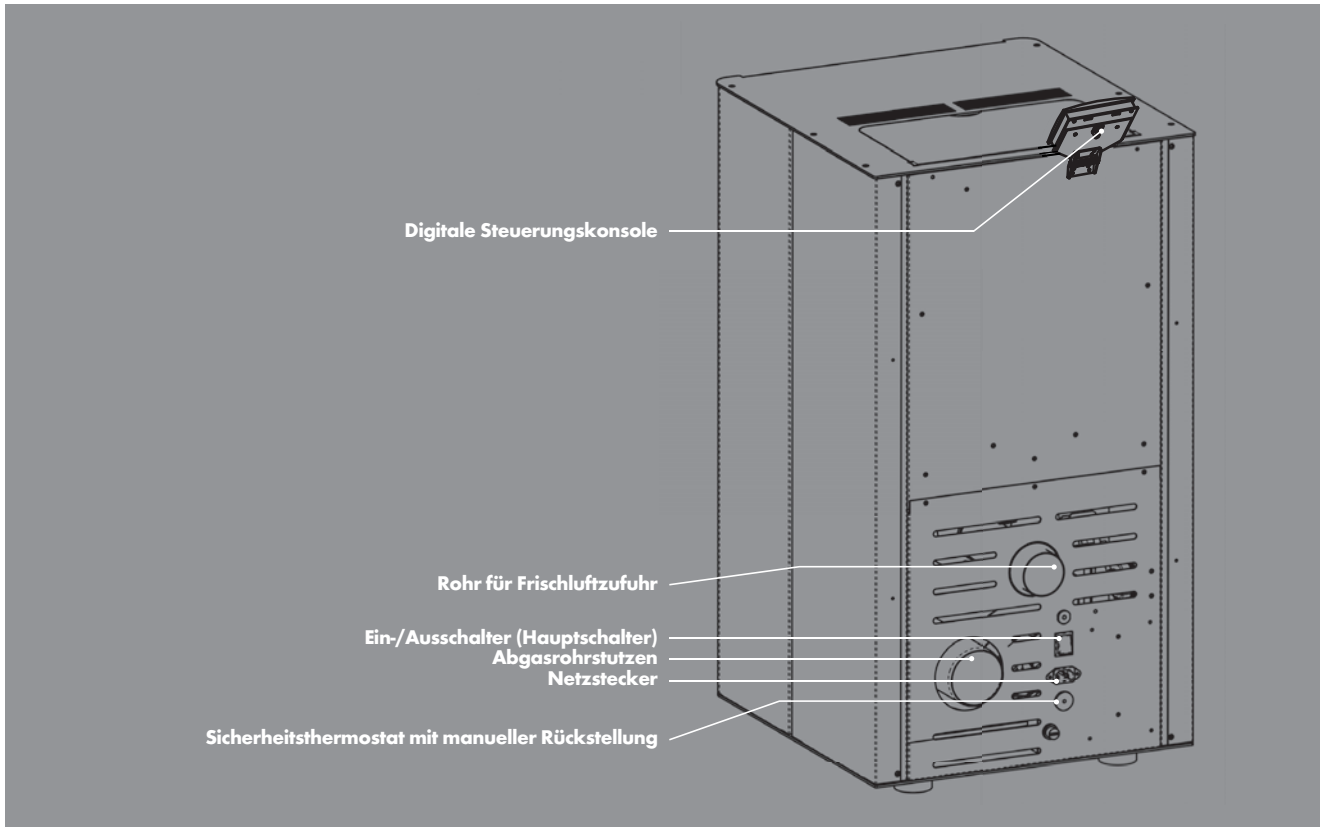

Abb. 1a: Geräteübersicht (Abbildung modellabhängig)
- ▶ Schalten Sie im Falle eines Schornsteinbrandes den Ofen sofort am Ein-/Aus-schalter (Hauptschalter, siehe Abb. 1a) ab und ziehen Sie den Netzstecker aus der Steckdose. Versuchen Sie auf keinen Fall den Brand selbst zu löschen. Schütten Sie niemals Wasser in einen brennenden Schornstein. Rufen Sie unverzüglich die Feuerwehr! Lassen Sie zur Identifizierung der Brandursache den Schornstein unbedingt von Ihrem Bezirksschornsteinfeger überprüfen, bevor Sie den Pellet-Heizofen wieder in Betrieb nehmen.
- ▶ Schalten Sie den Ofen sofort am Ein-/Aus-schalter (Hauptschalter, siehe Abb. 1a) ab, wenn aus irgendeinem Teil des Ofens oder des Abgasrohrs Rauch entweicht. Sorgen Sie für eine gute Raumbelüftung, indem Sie sämtliche Fenster öffnen. Lassen Sie den Ofen vollständig abkühlen, bevor Sie die Ursache der Rauchentwicklung ermitteln. Ziehen Sie, wenn nötig einen Fachmann hinzu. Starten Sie das Gerät nicht, bevor die Ursache der Rauchentwicklung geklärt und behoben wurde.
1. Schließen Sie einen dafür geeigneten hitzebeständigen Schlauch bzw. Luftkanal ( $\varnothing$  60 mm, max. Länge 2,0 m) am Luftansaugrohrstutzen (siehe Abb. 1a) an der Geräterückseite an.
Schalten Sie das Gerät am Ein-/Ausschalter (siehe Abb. 1a) ab. Lösen Sie das Frontteil. Drücken Sie hierfür fest auf die mit
1. Vergewissern Sie sich, dass der Ein-/Ausschalter (Hauptschalter, siehe Abb. 1a) auf der Position 0 steht.
2. Schließen Sie das beiliegende Netzkabel zunächst am Gerät an. Die Anschlussbuchse für das Netzkabel befindet sich unterhalb des Hauptschalters auf der Geräterückseite (siehe Abb. 1a). Stecken Sie dann das Netzkabel in eine geerdete, durch einen FI-Schutzschalter abgesicherte Steckdose (230 V~50 Hz).
3. Bringen Sie nun den Ein-/Ausschalter (Hauptschalter, siehe Abb. 1a) auf Position I. Das Gerät ist nun betriebsbereit und das Display zeigt die folgenden Informationen: